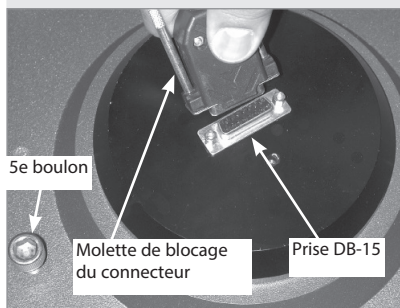

Fig. 51 : Vue de ce qui est derrière le cache (La base de la fourche ne figure pour plus de clarté) : vissez le cinquième boulon et connectez la prise DB-15.
- Connectez le connecteur DB-15 à la prise DB-15 située derrière le cache, puis vissez les deux vis moletée de la prise. Voir Fig. 51.
- Un boulon 3/8 "-16x3/4" taille 5 est fourni avec le télescope. Vissez-le dans l'orifice derrière le cache (Fig. 51). Ce boulon est un élément de sécurité qui vous empêchera d'endommager le connecteur DB-15 et le câble au moment de démonter le télescope. Vous ne pourrez pas démonter le télescope sans que ce boulon ait été enlevé. Il est placé près de la prise DB-15 pour vous rappeler de la déconnecter avant d'ôter la fourche de l'embase.